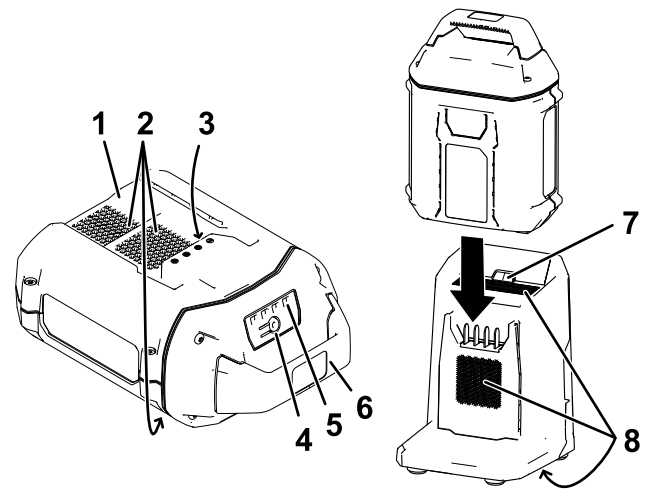

Figure 6
2. Alignez le creux de la batterie (Figure 6) sur la languette du chargeur.
3. Glissez la batterie dans le chargeur jusqu'à ce qu'elle soit bien enclenchée (Figure 6).